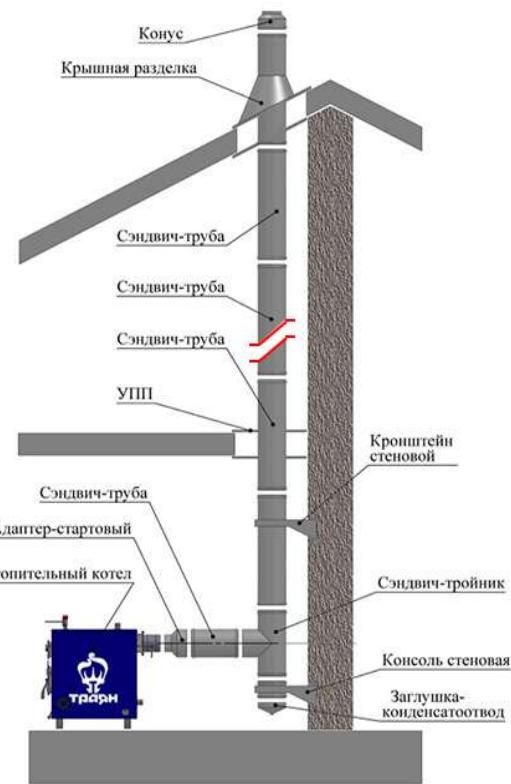

Рисунок 3- Установка через крышу здания
-через крышу здания (см. рис.3);